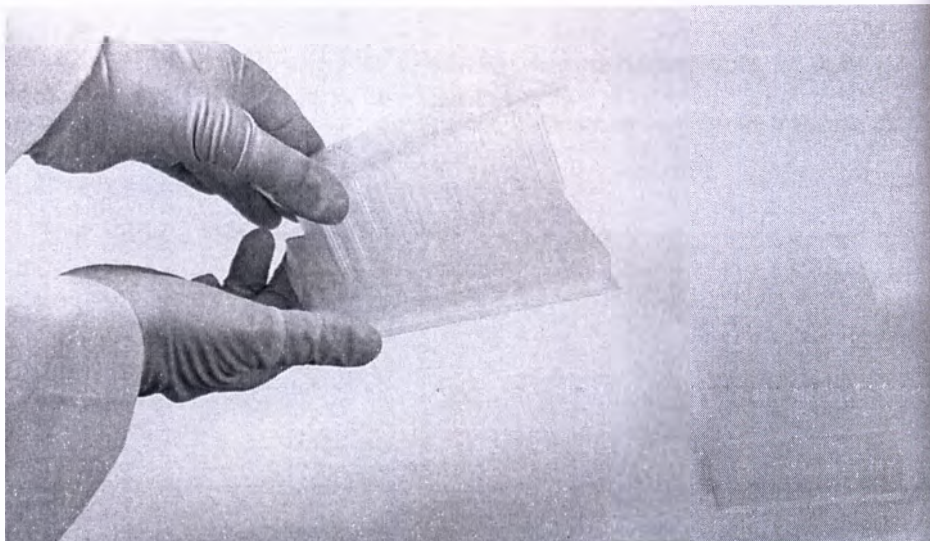

Рис. 6.4 Установка гребенок наконечников на планшет (200 мкл) для KingFisher 96 для хранения и дальнейшего использования
3. Установить вторую гребенку наконечников в другой планшет (200 мкл) для хранения, защиты от деформации (Рис. 6.4) и правильной работы инструмента.